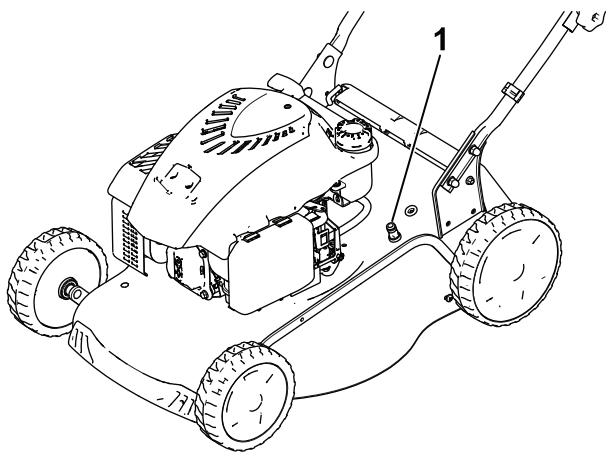

Bild 18
5. Befestigen Sie einen Gartenschlauch, der an einen Wasserhahn angeschlossen ist, am Quick-Wash-Anschluss (Bild 18).